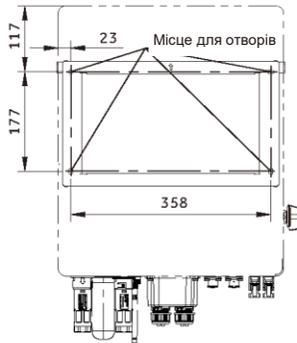

Рисунок 4.4 Настінний кронштейн
2. Підніміть інвертор (будьте обережні, щоб уникнути напруги тіла) і вирівняйте задній кронштейн інвертора з опуклою частиною монтажного кронштейна. Повісьте інвертор на монтажний кронштейн і переконайтеся, що інвертор надійно закріплений (див. Рисунок 4.4).